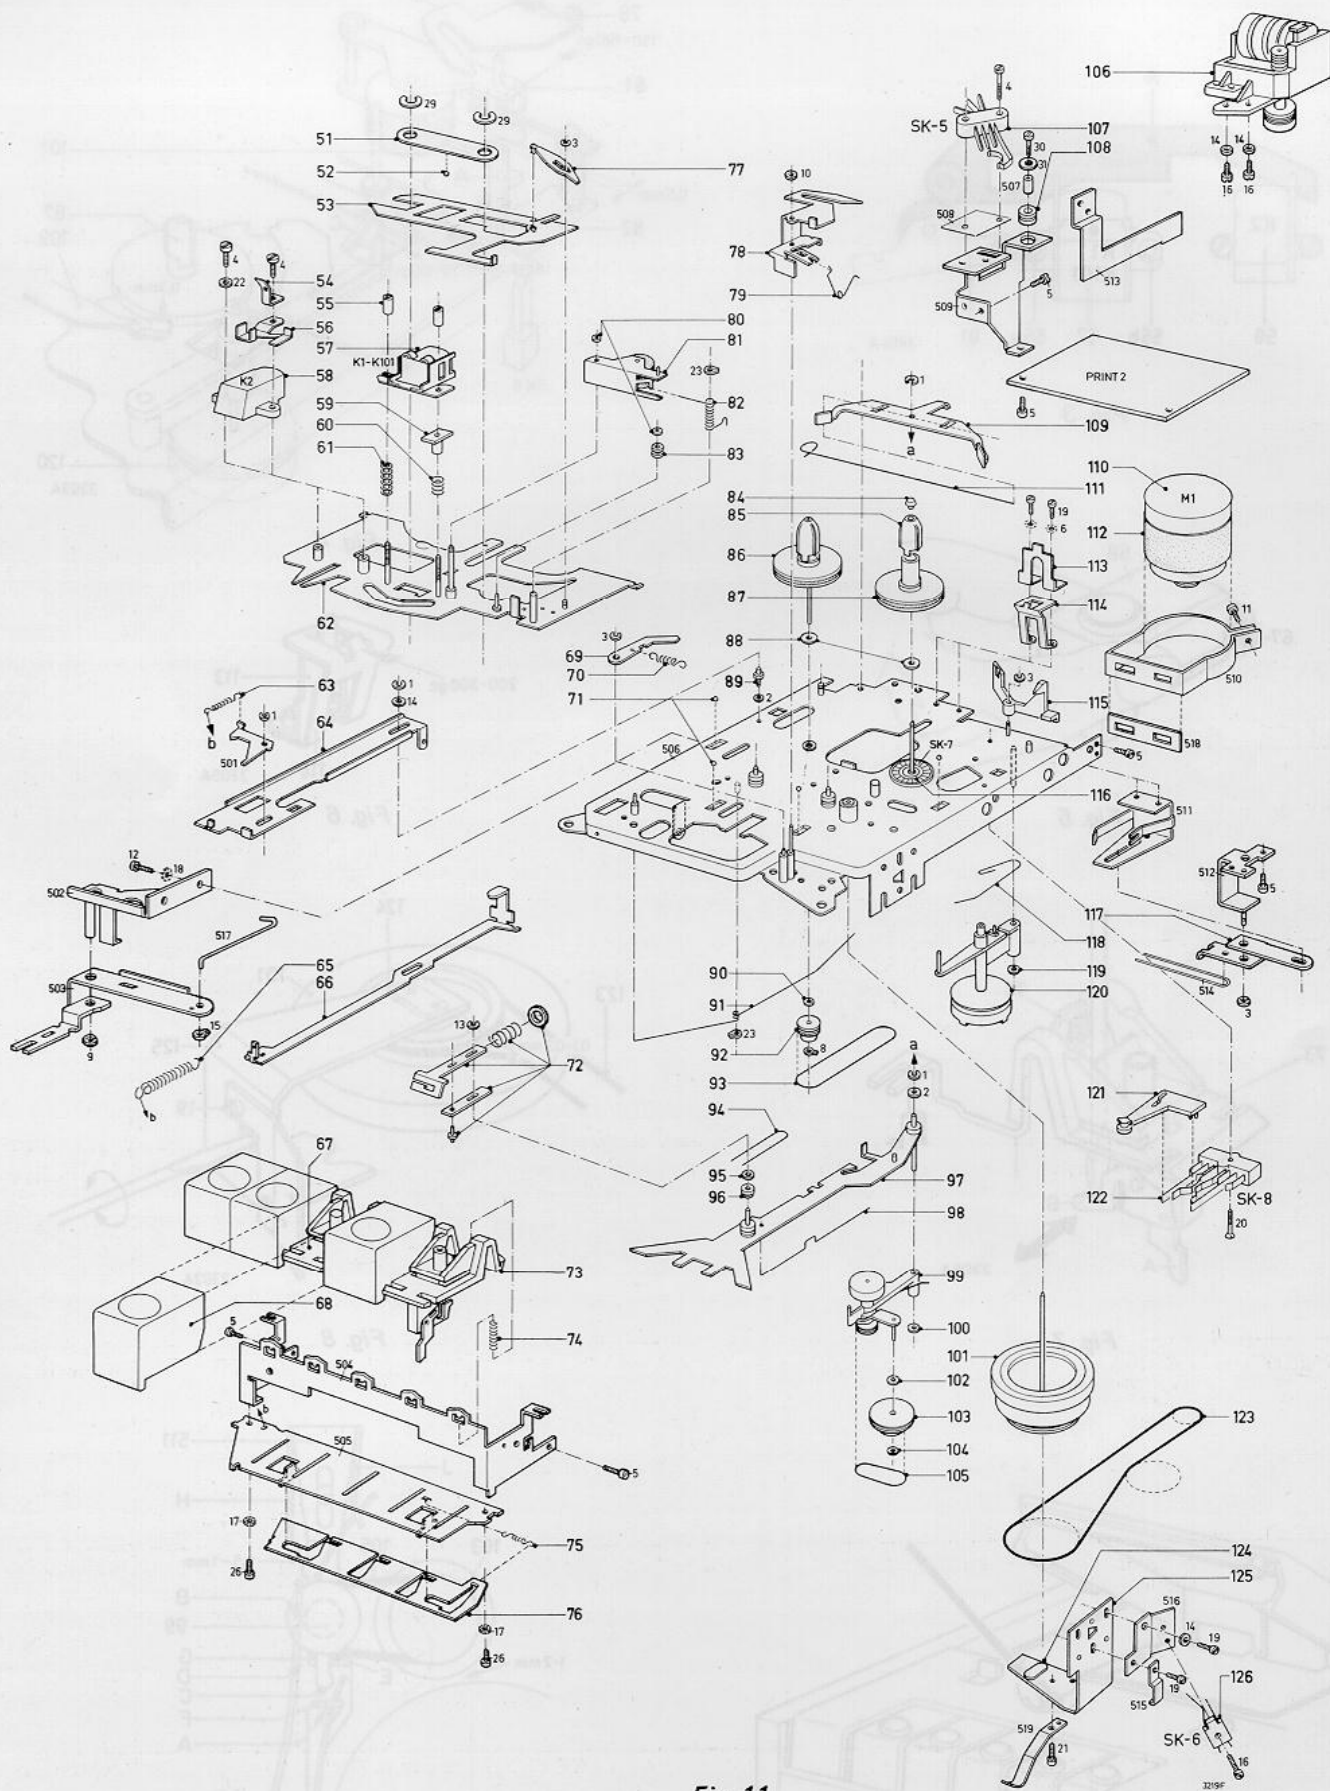

Fig. 11
C. Vlieg wiel 101 en opspoelfrikte 120 (fig. 11)
D. Druktoetsen 67 en 73 (fig. 11)
E. Vervangen van de rechterspoelschotel 87 (fig. 11)
F. Vervangen van de linkerspoelschotel 86 (fig. 11)
G. Vervangen van de collector SK7 (pos. 116 Fig. 11)
LIJST VAN MECHANISCHE ONDERDELEN (fig. 11)